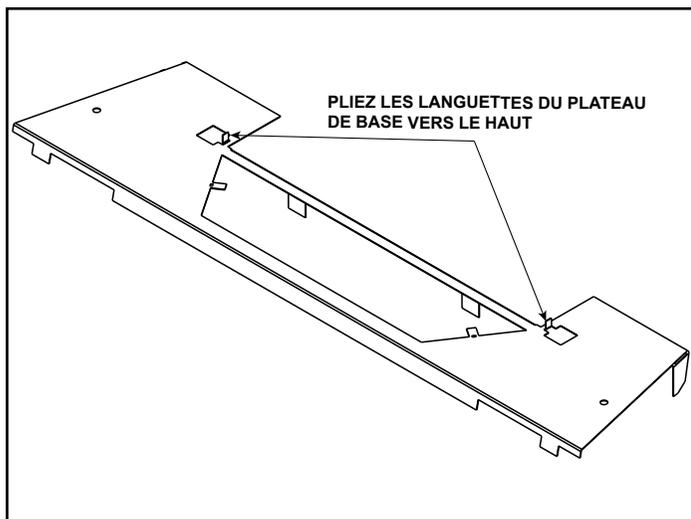
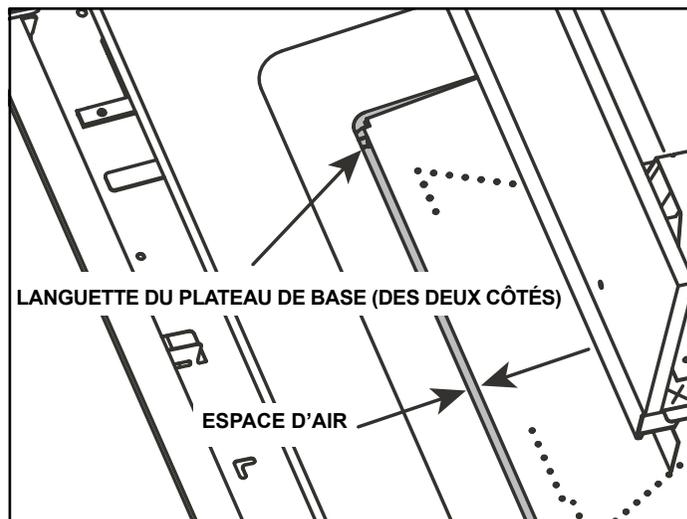

Figure 2 Pliez la languette du plateau de base - CAL36X-SG/WB uniquement
Figure 3 Plateau de base installé - CAL36X-SG/WB uniquement
MODÈLES CAL36X-SG, CAL36X-WB : Pliez les languettes gauche et droite du plateau de base à 90 degrés, comme indiqué dans la figure 2. Le fait de plier les languettes du plateau de base vers le haut crée un espace d'air nécessaire entre le brûleur et le réfractaire de base, comme le montre la figure 3.
2. Repérez les sept goupilles de la bûche et l'emplacement de la butée de la bûche, comme indiqué dans la figure 2.